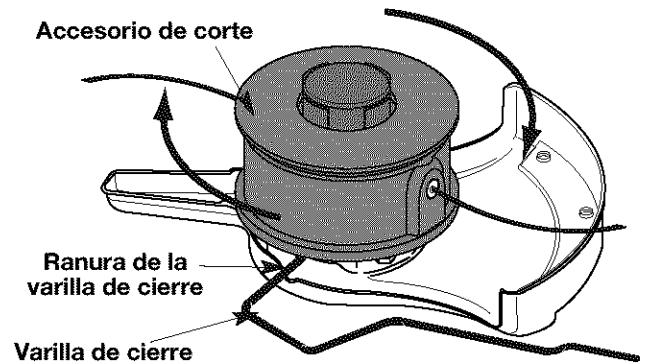

Fig. 7
3. Desenrosque el accesorio de corte del eje en sentido horario (Fig. 7) y guárdelo para su uso futuro.